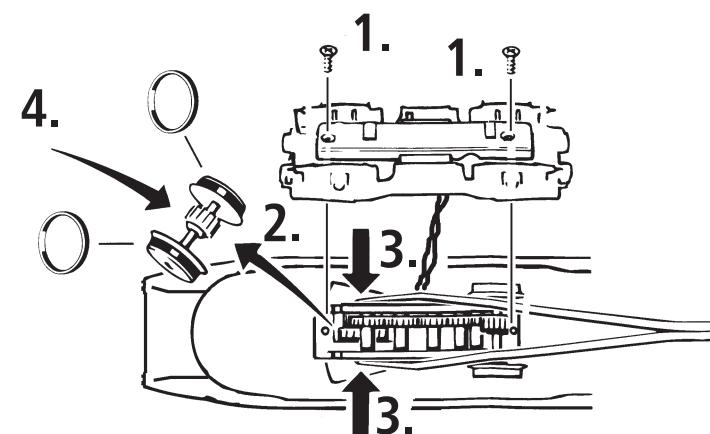

Fig. 1
**Auspicken des Modells:** Das Modell vorsichtig mit der Folie aus der Packung herausziehen (Fig. 1).
**Unwrap model:** Take out the model cautiously with foil (fig. 1).